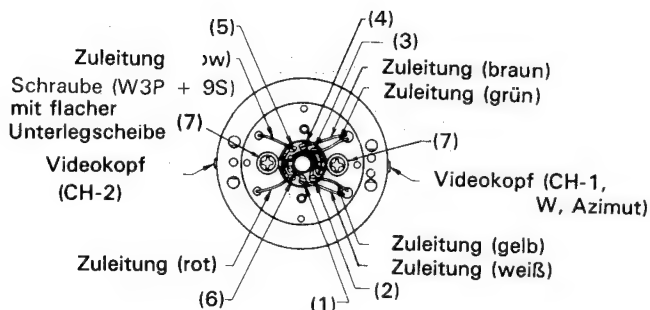

Abbildung 27
1. Das Austauschkopfrad wie in Abbildung 27 gezeigt einbauen. Dabei darauf achten, daß alle Zuleitungen richtig angebracht werden.